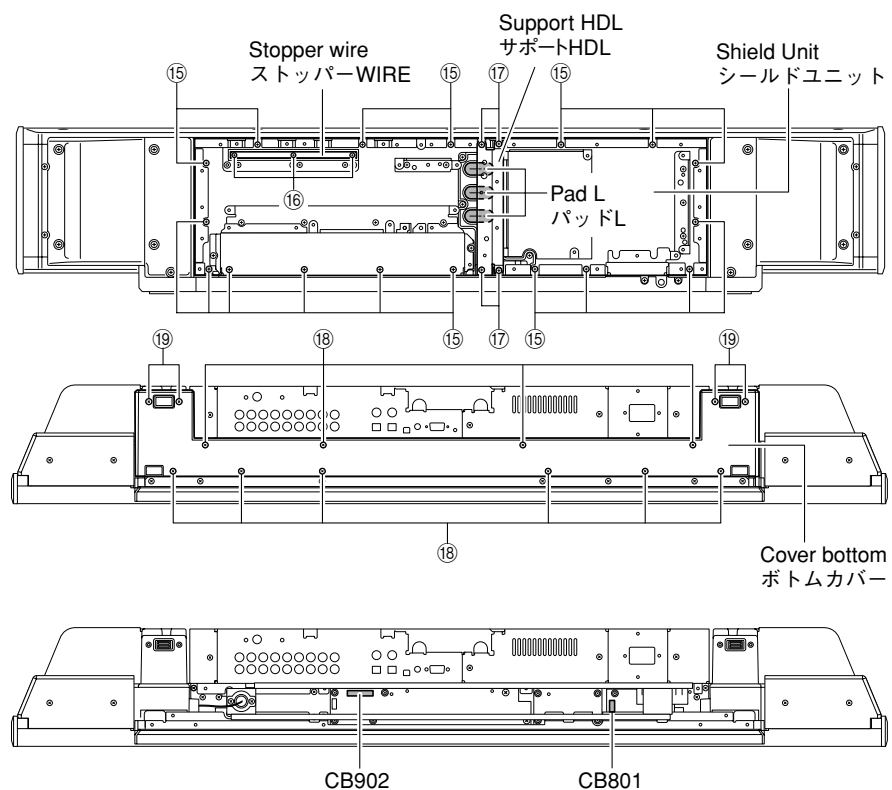

Fig. 7
- Remove 17 screws (15). (Fig. 7)
- Remove 3 screws (16) and then remove the stopper wire. (Fig. 7)
- Remove 4 screws (17) and then remove the support HDL. (Fig. 7)
- Remove 3 pad Ls. (Fig. 7)
- Remove 10 screws (18), 4 screws (19) and then remove the cover bottom. (Fig. 7)
- Remove CB801 and CB902. (Fig. 7)
- Remove the shield unit, using care not to cause damage to the cable and other parts. (Fig. 7)
- ⑮のネジ17本を外します。(Fig. 7)
- ⑮のネジ3本を外し、ストッパーWIREを取り外します。(Fig. 7)
- ⑮のネジ4本を外し、サポートHDLを取り外します。(Fig. 7)
- パッドL3個を取り外します。(Fig. 7)
- ⑮のネジ10本、⑮のネジ4本を外し、ボトムカバーを取り外します。(Fig. 7)
- CB801、CB902を外します。(Fig. 7)
- ケーブル等を傷つけないように、シールドユニットを取り外します。(Fig. 7)